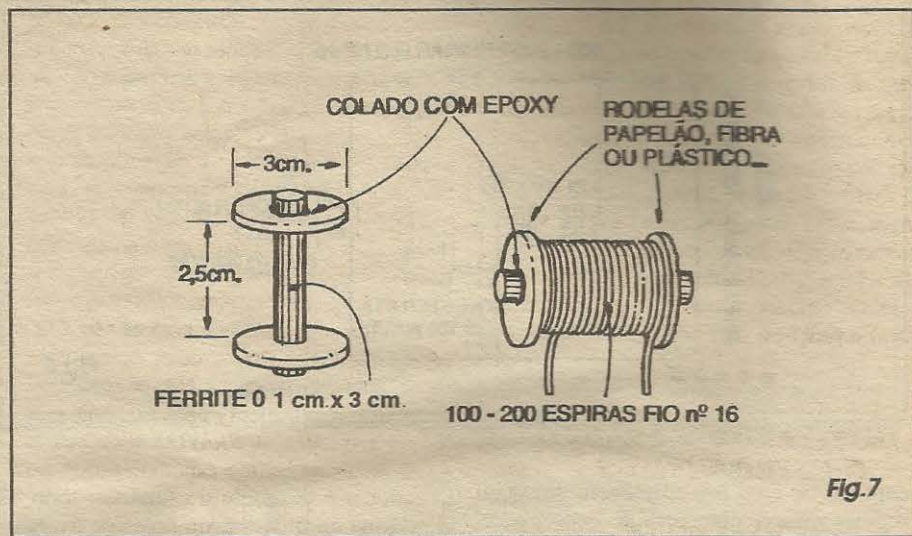

Fig.7
- FIG. 7 - CONFECÇÃO DA BOBINA...